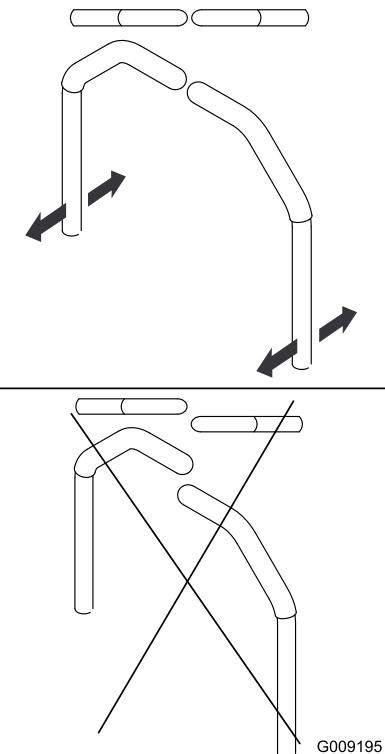

Bild 51
9. Fluchten Sie die Hebel in Längsrichtung aus. Bringen Sie die Hebel zuerst in der NEUTRAL-Stellung zusammen und schieben Sie die Hebel dann so lange, bis sie ausgefluchtet sind. Ziehen Sie dann die Schrauben an (Bild 51).